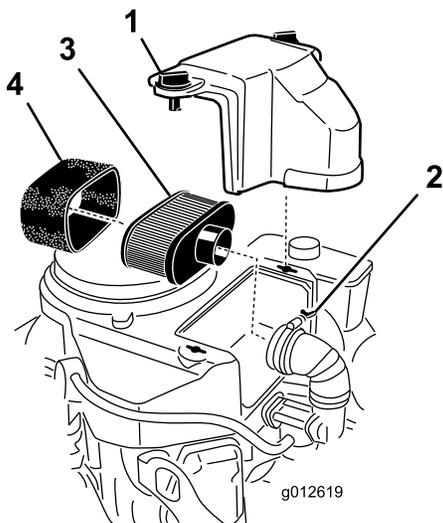

図 30
**重要** ペーパーエレメントは洗わず、交換してください 図 30。
1. ペーパーエレメントに、注意深くスポンジエレメントを取り付ける 図 30。
2. エアクリーナアセンブリをベースに取り付けて蝶ナット2個で固定する 図 30。
3. エアクリーナのカバーを取り付け、ノブを締め付けて固定する 図 30。